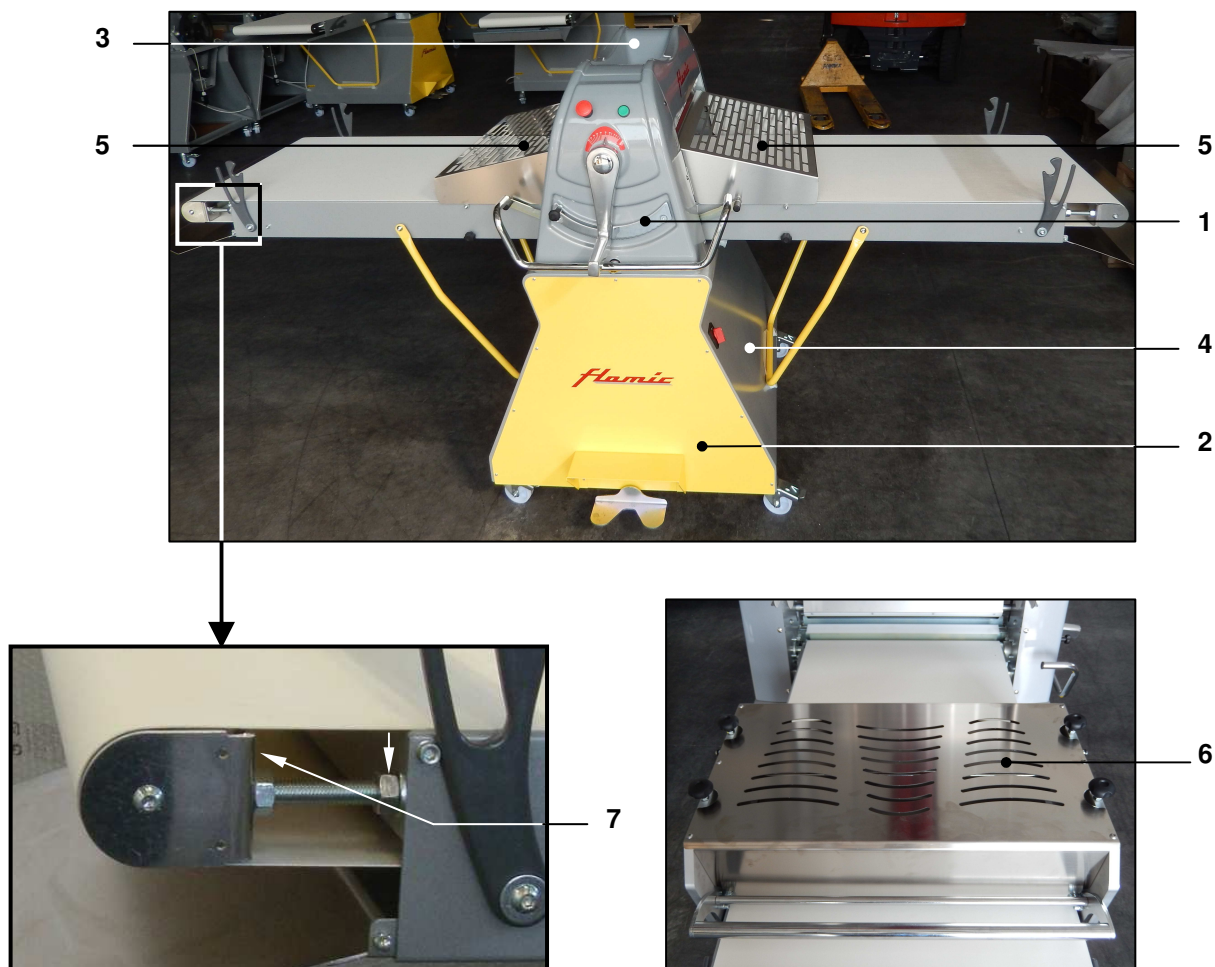

Рис. 47 - Ограждения, закреплённые при помощи крепежа.
2. **Неподвижные ограждения:** это ограждения, закреплённые на машине крепежом и требующие для снятия инструмента. При правильной установке такие ограждения делают недоступными части передаточных механизмов, барабаны столов и т.п. Основные неподвижные ограждения машины — ограждения (1), (2) (и, аналогичные ограждения с другой стороны машины) и (3) на Рис. 47. К неподвижным ограждениям можно отнести швеллеры (7) Рис. 47 столов (по бокам). Максимальное расстояние между лентой и швеллерами боковин составляет 4 мм. Кроме того, защитную функцию выполняют и пластины (4) Рис. 32. Основание (4) препятствует доступу к передаточным механизмам и боковинам, ограждения (5) предотвращают доступ к раскаточным валкам сверху. Также следует отметить кожух (6) узла резки. Несмотря на то, что он в принципе и не является ограждением (не служит для отделения механизма), фактически в рабочем положении узла он препятствует доступу к режущему органу (в рабочем положении зазор для теста не позволяет достичь режущего органа). После разблокирования и подъёма узла валки останавливаются из-за отсутствия трения, необходимого для их вращения.